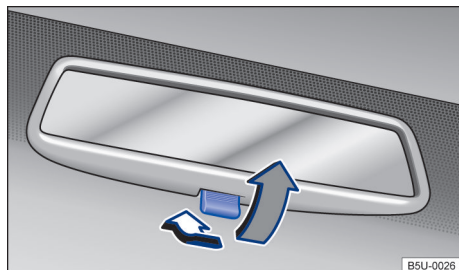

Fig. 69 No para-brisa: espelho retrovisor interno com antifuscante manual.
- Posição noite: puxar a alavanca → Fig. 69 (seta cinza), para evitar o ofuscamento dos faróis dos veículos que trafegam atrás. ▶